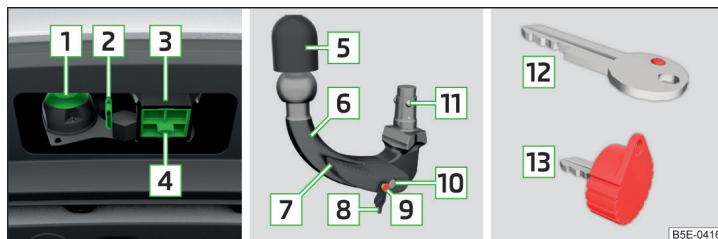

Fig. 270 Soporte del dispositivo de enganche para remolque / barra de cabeza esférica / llave (variante 1 y 2)
Soporte del dispositivo de remolque y barra de cabeza esférica » fig. 270
- Extraiga la caperuza protectora de la cavidad de alojamiento **[4]** » fig. 270 de la pág. 240 hacia abajo.